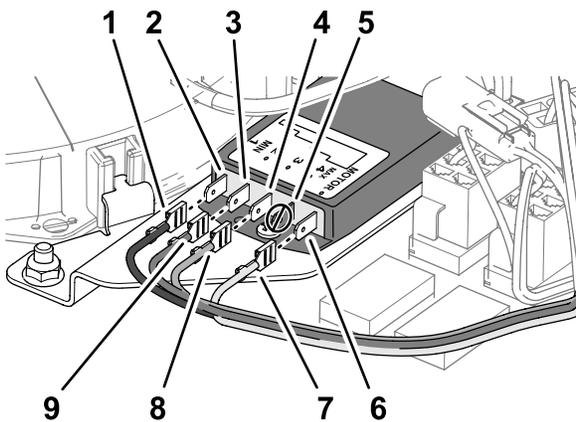

Bild 8
2. Schließen Sie die Buchsenanschlussklemmen des Kitkabelbaums an den flachen Anschlussklemmen des Steuergeräts für die Ventilatorgeschwindigkeit (Bild 8) an, wie in der folgenden Tabelle abgebildet.